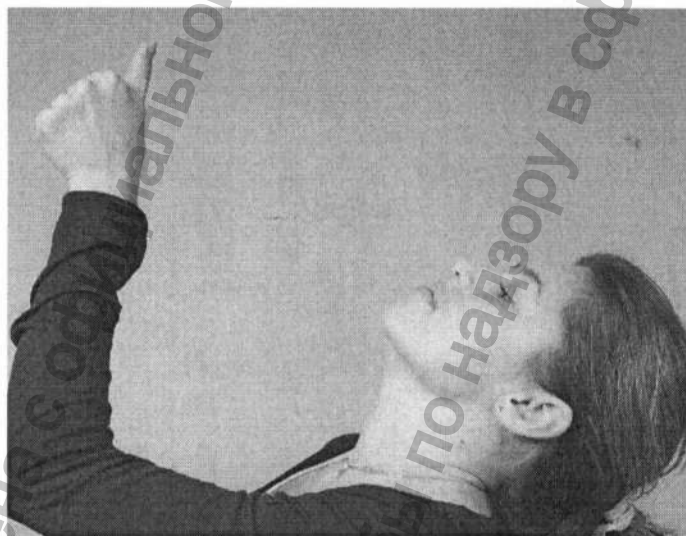

Рисунок 4 – Установка взгляда пациента
6.3.4 Установите и фиксируйте взгляд пациента с помощью тест-объекта (например, палец руки пациента или предмет обстановки) так, чтобы направление взгляда было примерно под углом 45° (рисунок 4). Для этого, в зависимости от анатомических особенностей пациента, корректируйте положение глазного яблока в небольших пределах.